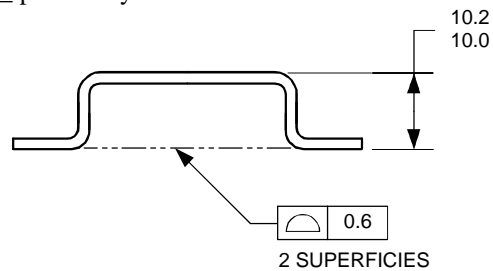

Figura 12
42. En la Figura 12, la especificación de perfil es _____.